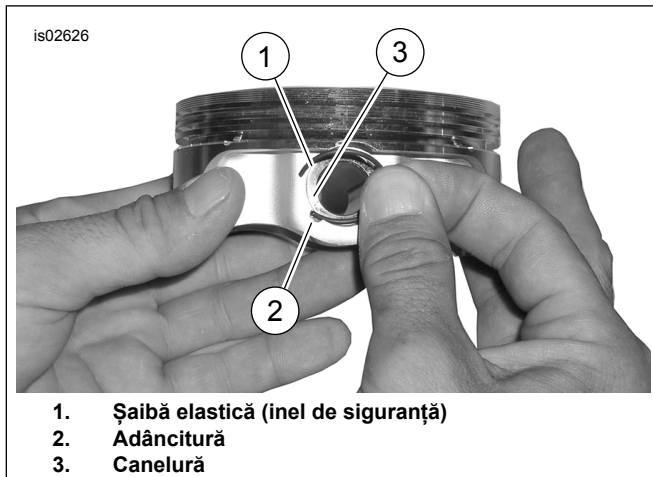

Figura 3. Șaiță elastică și piston
1. Consultați Figura 3 . Introduceți capătul deschis al șaiței elastice (1) în creștătura (3) de pe canelura (2) din jurul pinului pistonului, astfel încât decalajul să fie la poziția 12:00 sau 6:00 pe cadranul ceasului atunci când este montată.